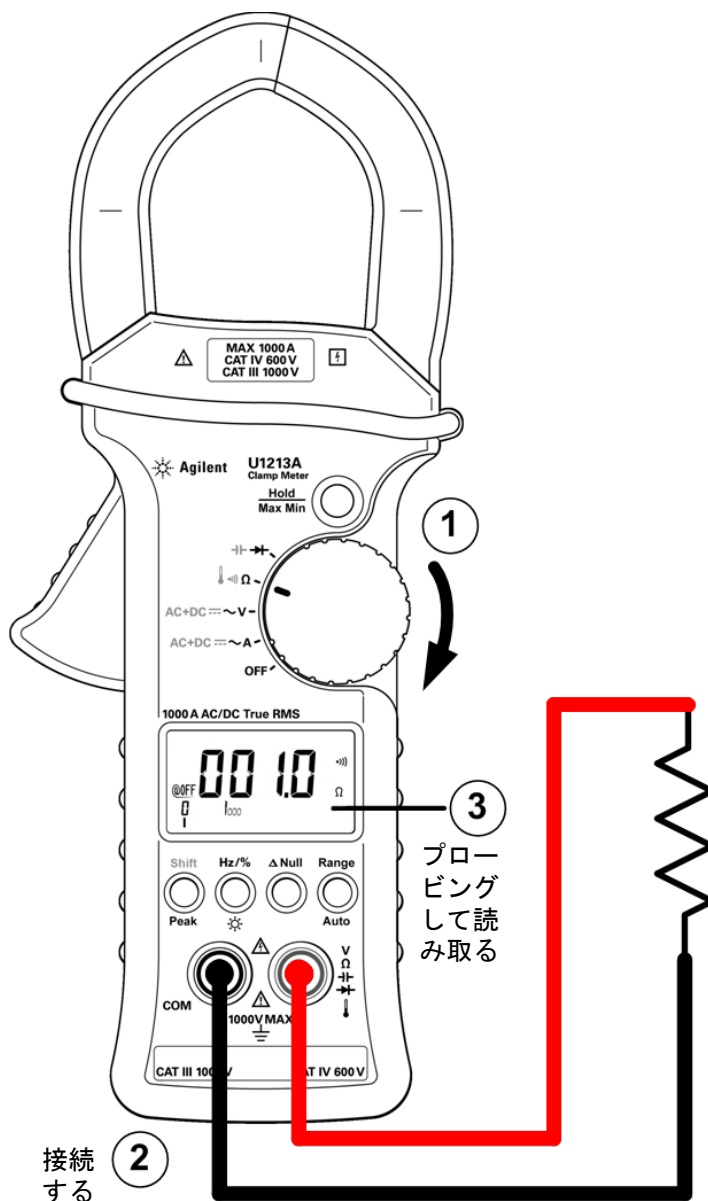

図 2-4 導通テスト
- 4 導通テストを実行するには、**Shift** を 1 回押します (図 2-4 (24 ページ) を参照)。抵抗が 10.0Ω 未満の場合はブザーが鳴ります。